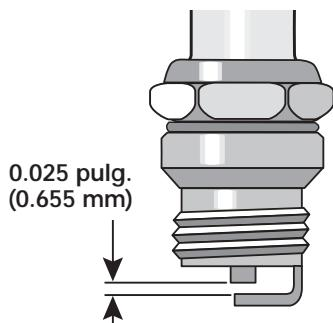

Figure 56
3. Cambie toda bujía partida, inundada o sucia. Fije la separación de aire a **0.025 pulgadas (0.655 mm)** utilizando un calibrador (Fig. 56).